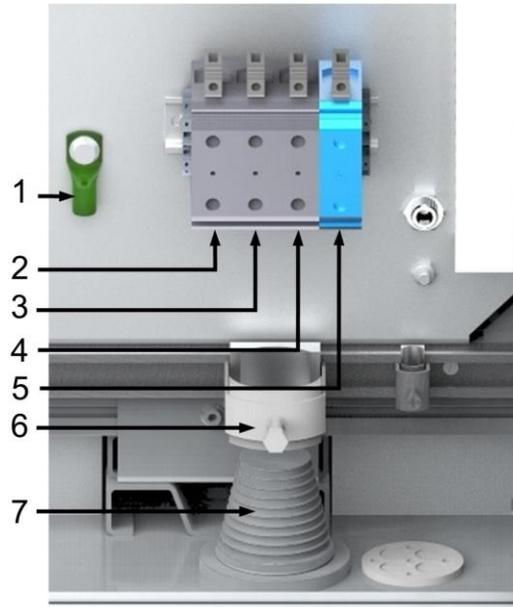

Abbildung 12: AC-Anschluss
2. Schutzleiter an der Einpressmutter **anschießen** (Abbildung 12).
1. Reihenfolge **beachten** (Abbildung 12).